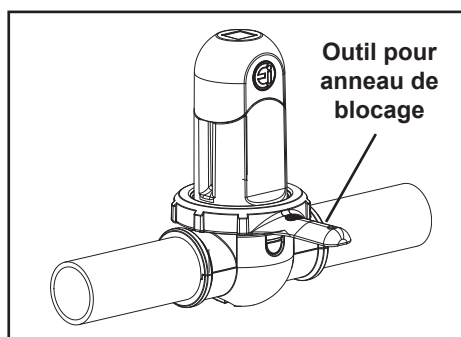

Figure 27. Défaire l'anneau de blocage
4. Retirer l'anneau de blocage. Si nécessaire, utiliser l'outil pour anneau de blocage fourni (Voir Figure 27).